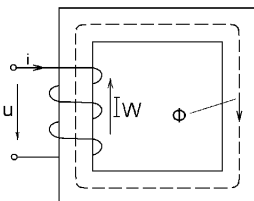

Рисунок 2
5. Определите магнитный поток  $\Phi$  (см. рис. 2), если  $I = 2,4$  А, число витков обмотки  $w = 50$ . Магнитопровод длиной  $l = 0,2$  м, поперечным сечением  $S = 2 \text{ см}^2$ , изготовлен из стали, магнитные свойства которой характеризуются кривой намагничивания  $B(H)$ , заданной таблицей: